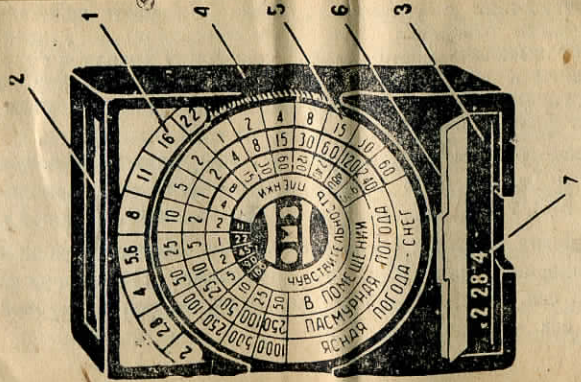

Рис. 1.
Экспонометр представляет собой пластмассовый корпус (4, рис. 1), одна из узких сторон которого имеет окно закры-
Допустим, что такой цифрой будет цифра «4» (7, рис. 1), тогда диск со шкалой выдержек (5) поворачивают до совмещения с цифрой «4» того сектора диска, который включает в себе светочувствительность применяемой фотопленки (ниж-
В рассмотренном случае (рис. 1), при съемке в ясную погоду при диафрагме 4 выдержка будет $1/50$ сек., при диафрагме 1— $1/5$ сек., при диафрагме **2,8**— $1/100$ сек. и т. д.